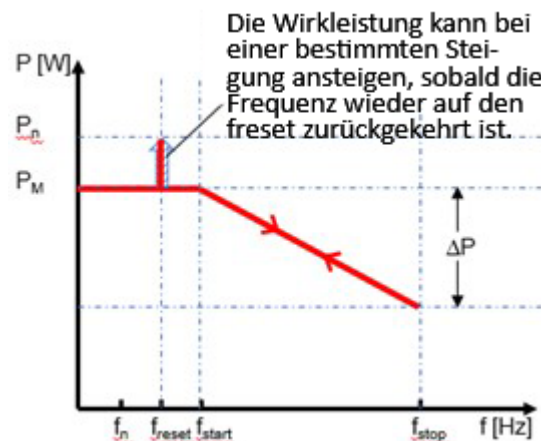
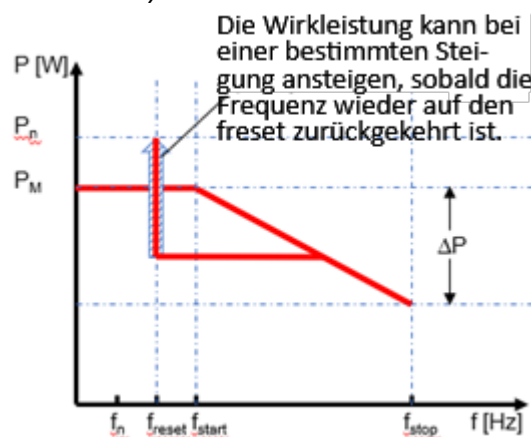

Abb. 96. Ohne Hysterese
Abb. 97. Mit Hysterese
**Legende zu Abb. 96+Abb. 97:**